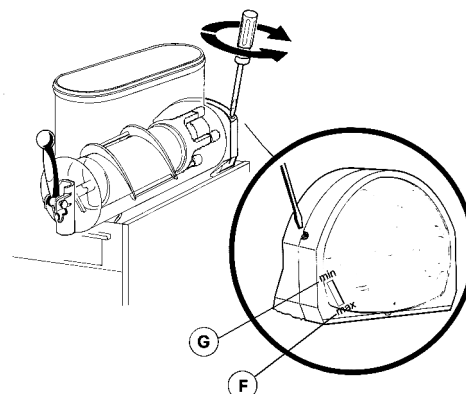

figura 6
- 1 Regolazione della densità:** la densità ottimale della granita è stata regolata in fabbrica. Volendo variare tale densità girare con un cacciavite l'apposita vite di regolazione alloggiata in ciascuna delle pareti posteriori del distributore (vedere figura 6):